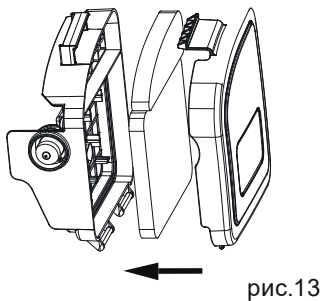

рис.13
2. Замените воздушный фильтр (рис. 13)